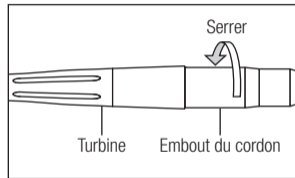

Fig. 4
- 1) Insérez la turbine dans le connecteur du cordon et serrez l'embout du cordon. (Fig. 4)